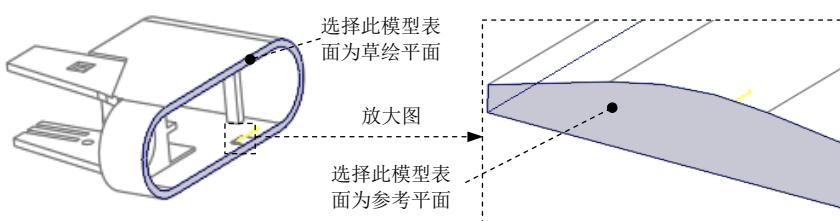

图 19.17 定义草绘平面
- (1) 单击 **编辑模具体积块** 操控板 **形状 ▾** 区域中的 按钮，此时系统弹出“拉伸”操控板。
- (2) 定义草绘截面放置属性。右击，从弹出的菜单中选择 **定义内部草绘...** 命令；在系统 **选择一个平面或曲面以定义草绘平面** 的提示下，选取图 19.17 所示的模型表面为草绘平面，然后选取图 19.17 所示的模型表面为参考平面，方向为 **右**，然后单击 **反向** 按钮，单击 **草绘** 按钮，此时进入草绘环境。